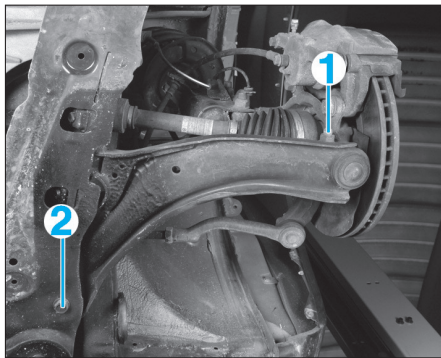

Fig. 13
- la vis de fixation de la rotule de pivot (1) (Fig.13).
- la vis de fixation avant (2),